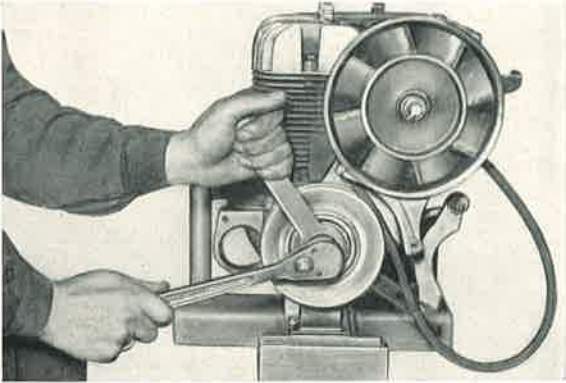

Bild 182: Beim Lösen der Mutter für Riemenscheibe wird mit Halteschlüssel für Riemenscheibe gegengehalten.
6. Befestigungsmutter lösen (Schlüssel für Riemenscheibe WO 10 und Steckschlüssel 22 mm) (Bild 182).